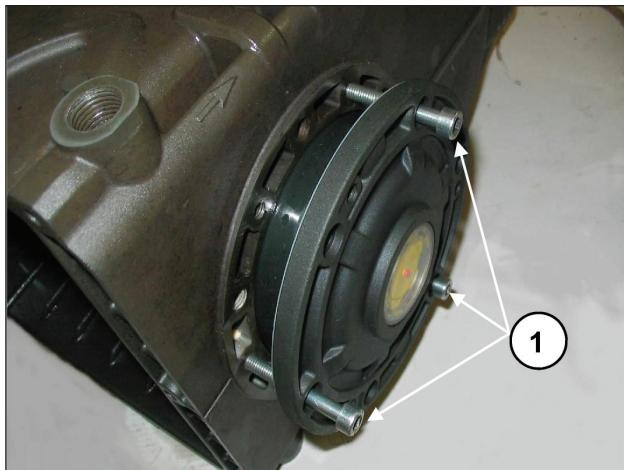

Fig. 8
Pour faciliter l'insertion du premier tronçon et l'insertion des couvercles sur le carter, utiliser 3 vis M6x40 partiellement filetées (Fig. 8, rep. ①) pour ensuite compléter l'opération avec les vis fournies (M6x18).